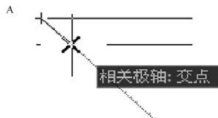

图 3.94 寻找下面的水平线和 45°斜线的交点
⑥ 在 **指定下一点或 [放弃(U)]:** 提示下，将光标沿 45°方向向右下方拖动，直至出现交点捕捉（图 3.94）后单击。